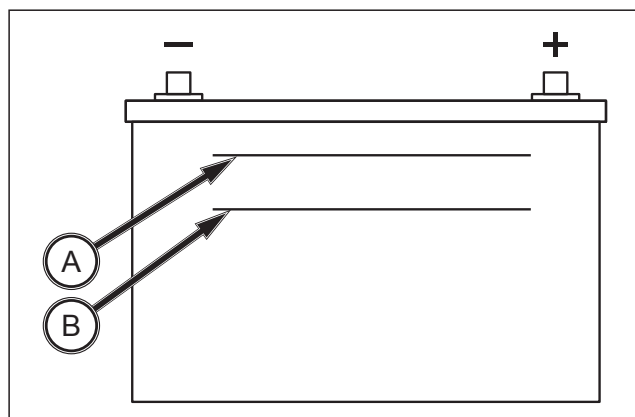

FIG. 131
FIG. 131 : il convient de contrôler l'électrolyte de la batterie. Assurez-vous que le niveau d'électrolyte se trouve entre le repère supérieur (A) et le repère inférieur (B). Lorsque le niveau est proche de la limite inférieure, complétez avec de l'eau distillée.